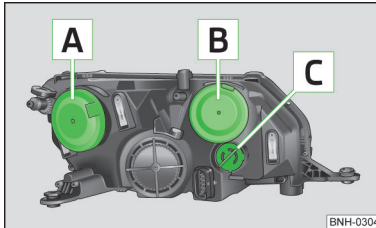

Abb. 149
Glühlampenordnung » Abb. 149
- Die Schutzkappe **A** » Abb. 149 auf Seite 171 abnehmen.
➤ Die Schutzkappe **A** » Abb. 149 auf Seite 171 einsetzen.
- Die Schutzkappe **B** » Abb. 149 auf Seite 171 abnehmen.
- Die Schutzkappe **B** » Abb. 149 auf Seite 171 einsetzen.